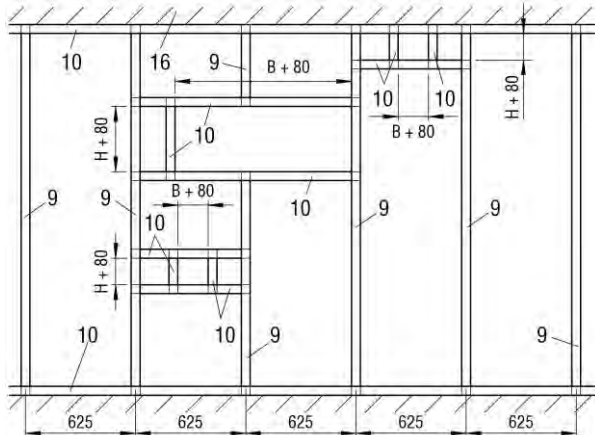

Abbildung 72: Metallständerwerk mit erforderlichen Ausweichungen für Trockenbau (F30/F60)
- Metallständerwerk und Wand gemäß den Angaben des Wandherstellers herstellen und Ausweichungen entsprechend der Abbildung 72 vorsehen.